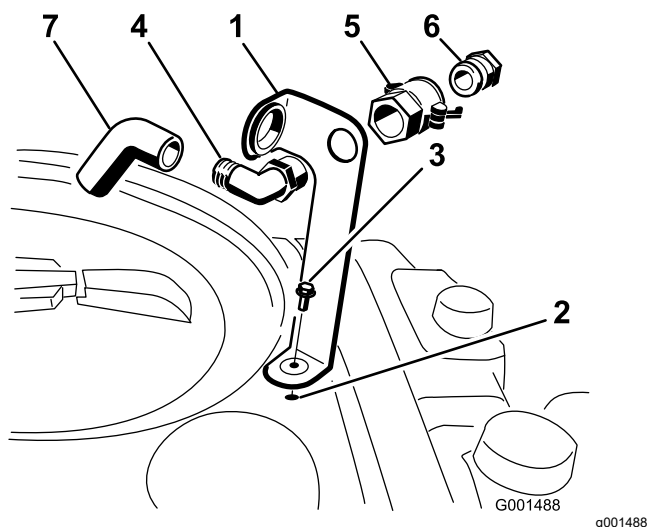

Figura 3
urub cu guler (5/16 x 3/4"), aa cum se arată în Figura 3.
2. Aezai capătul filetat al fittingului cu cot de 90° prin suport i introducei cuplajul rapid pe acesta, fixându-l pe suport (Figura 3).
3. Montai adaptorul pentru furtun în cuplajul rapid (Figura 3).
4. Blocai adaptorul în poziție prin balansarea manetelor spre adaptor și apoi fixai-le cu tifturile în formă de agrafă (Figura 3).
5. Montai furtunul anti-sifon prin deschiderea mare de pe suport și pe capătul inelat al fittingului cu cote de 90° (Figura 3).